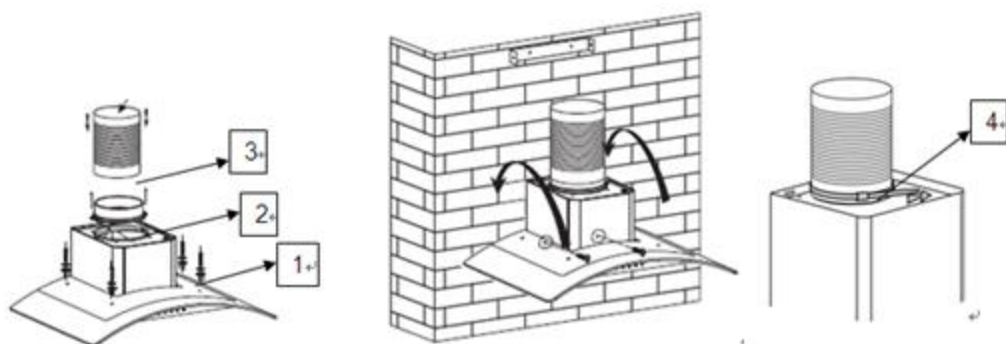

Рис. 3
4. Зафиксируйте расширительную трубу в соответствии с направлением отвода, после чего повесьте кухонную вытяжку на крюк. Проложите расширительную трубу к отверстию в стене. Зафиксируйте расширительную трубу с помощью кабельного хомута в стенном отверстии, если это труба из алюминиевой фольги. См. Рис. 3.